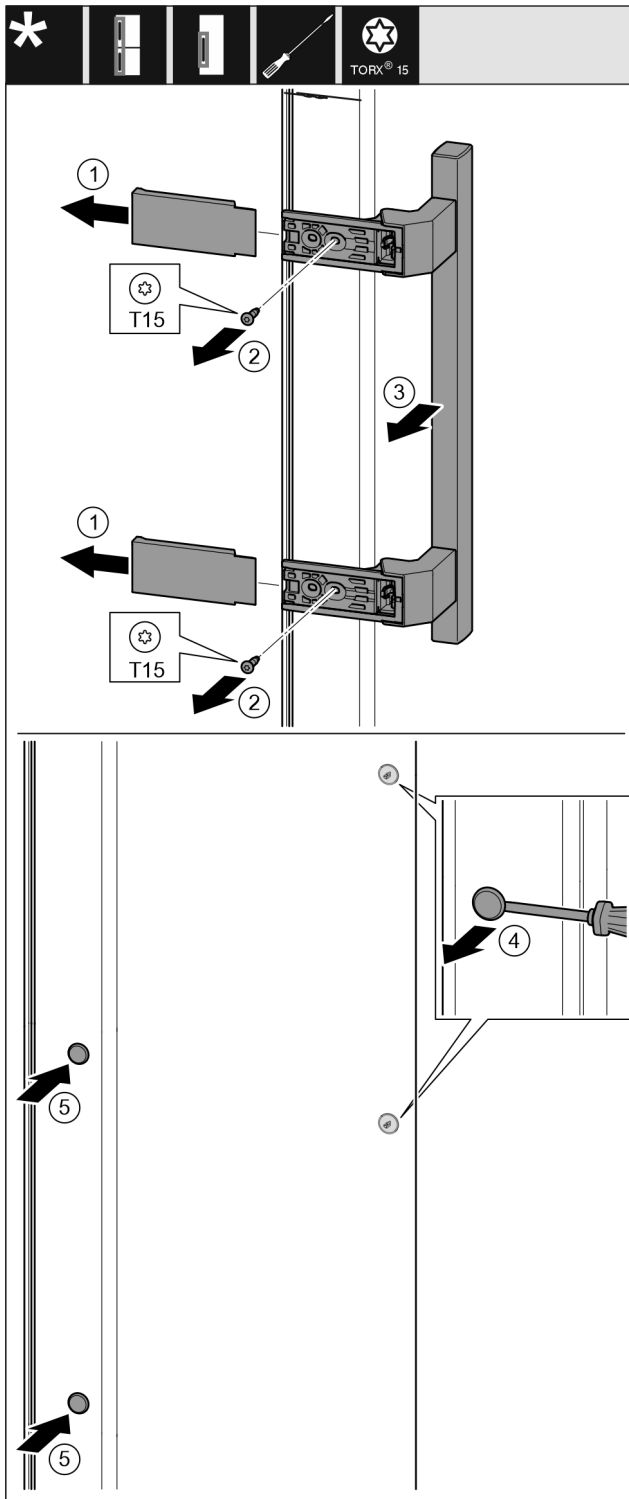

Fig. 13
- ▶ Зніміть кришку. Fig. 13 (1)
- ▶ Викрутіть гвинти за допомогою викрутки T15. Fig. 13 (2)
- ▶ Зніміть ручку. Fig. 13 (3)
- ▶ За допомогою шліцевої викрутки обережно підійміть бокову пробку та витягніть її. Fig. 13 (4)
- ▶ Знову вставте пробку з іншого боку. Fig. 13 (5)